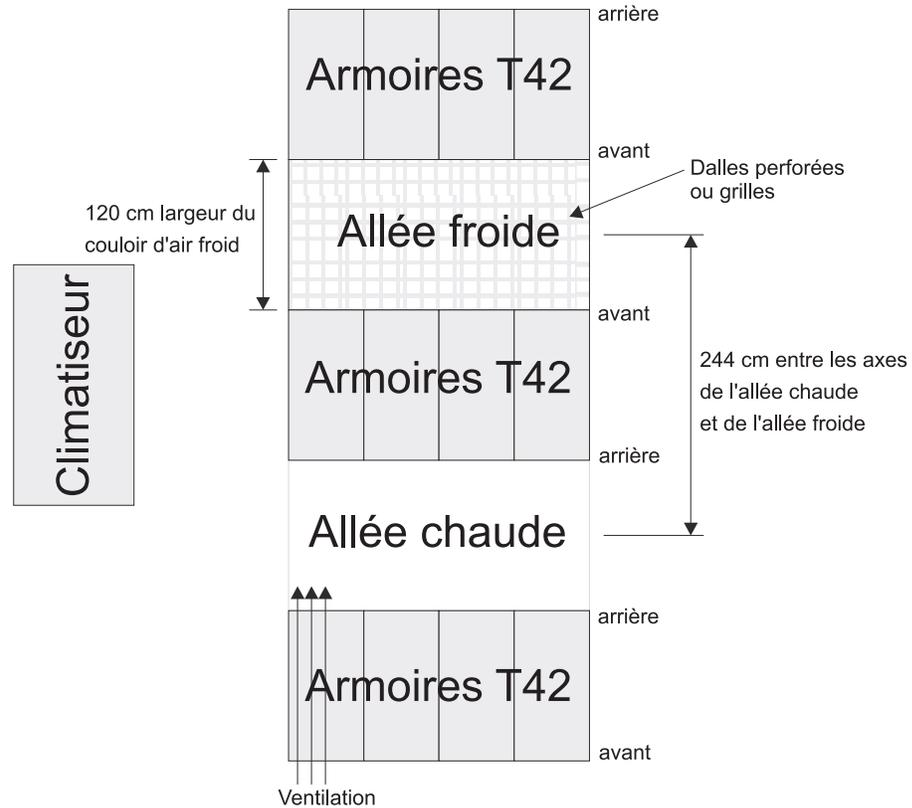

Figure 13. Exemple de configuration d'armoires organisées en allées froides/chaudes
- L'air pénètre par l'avant de l'armoire et sort par l'arrière. Pour éviter que l'air expulsé de l'armoire n'entre dans les orifices d'un autre appareil, vous devez organiser les armoires en rangées alternées dos à dos et face à face. Cet arrangement, également appelé "allée froide/allée chaude", est décrit dans la figure 13, à la page 20.
- Aux endroits où les armoires sont organisées en lignes face à face ou dos à dos, des espaces d'au moins 122 cm doivent séparer les rangées dans l'allée froide (voir figure 13, à la page 20).